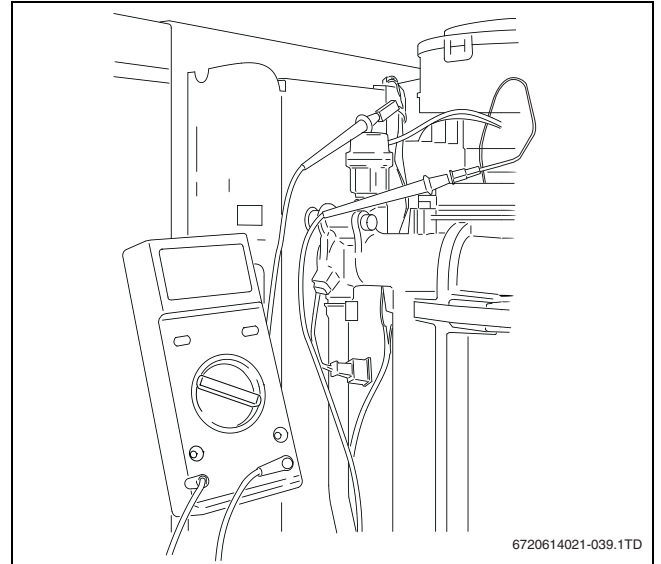

Bild 46 Ionisationsstrom messen
- Steckverbindung der Ionisationselektrode lösen und Messgerät in Reihe anschließen (→ Bild 46). Am Messgerät den μA -Gleichstrombereich wählen. Das Messgerät muss eine Auflösung von mindestens $1 \mu\text{A}$ haben.